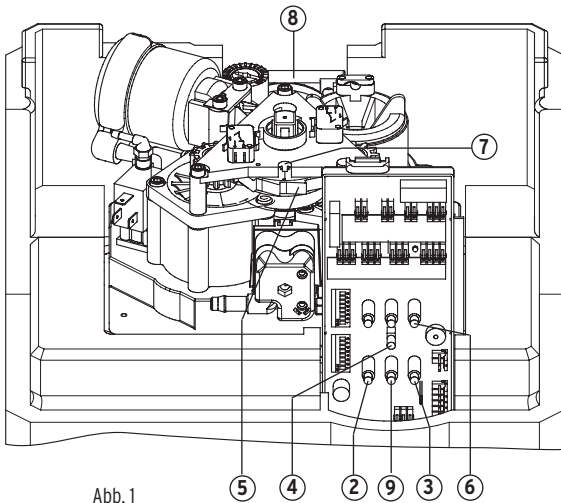

Abb. 1
- b) Findet im Moment eine Regeneration statt (Leuchtdiode (2) oder (3) leuchtet, Abb. 1), so ist zu warten, bis diese abgeschlossen ist. Lösen Sie anschließend durch Drücken der Regenerationstaste (4) eine Regeneration aus.
- c) Der Antriebskolben dreht das Treibrad (5) (Abb.1), das wiederum das kleine Zahnrad steuert. Jeder Hub des Antriebskolbens ist mit einem Aufleuchten der Leuchtdiode (6) verbunden. Die Position des Treibrades kann an der Positionsanzeige (7) abgelesen werden. Nach zwei Hüben ist die Besatzungsstellung (Pos. 2) erreicht. Anschließend führt der Antrieb wieder einen Hub aus. Die bis dahin verbrauchte Abwassermenge beträgt ca. 4,5 Liter.